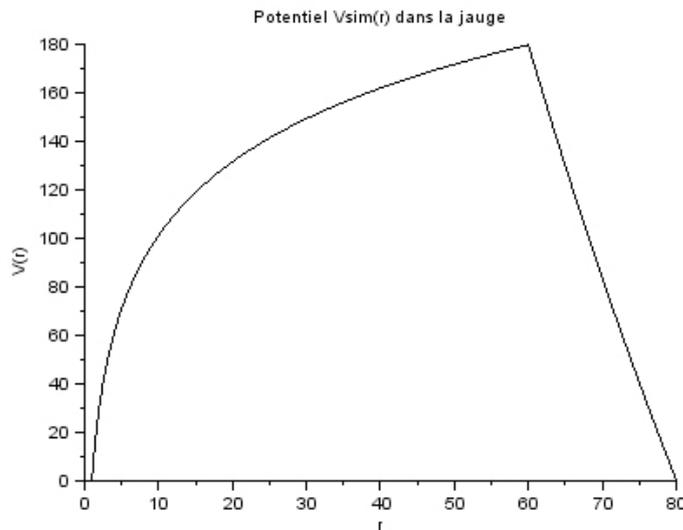

Figure B.6 : Potentiel  $V_{\text{sim}}(r)$ . (r est en mm)
**Q29.** L'allure du champ électrique en tout point intérieur de la jauge est donné sur la Figure B.6. représentant  $V_{\text{sim}}(M) = V_{\text{sim}}(r)$  en fonction de r.